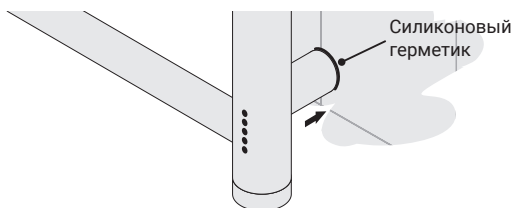

Рис.12
4.2.9. Для повышения степени защиты произвести герметизацию шва силиконовым герметиком по контуру примыкания модуля скрытого подключения и стены (рис. 12).